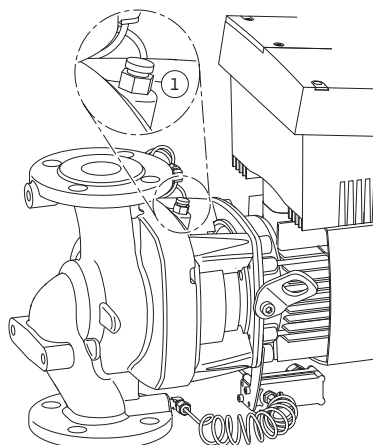

Fig. 49: Клапан для удаления воздуха
6. Сбросить давление в насосе путем открывания клапана для выпуска воздуха (рис. 49, поз. 1).